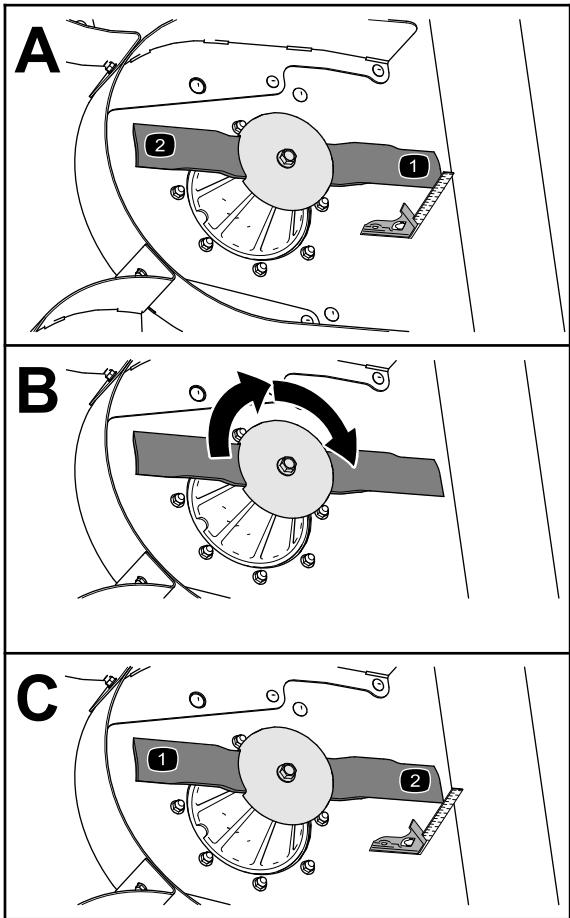

Figura 66
3. Utilizzate una squadra combinata per misurare la distanza tra l'area pulita del piatto di taglio e la punta del tagliente (Figura 66).
- Ruotate la lama di 180° (Figura 66).
- Misurate la distanza tra l'area pulita del piatto di taglio e la punta del tagliente (Figura 66).